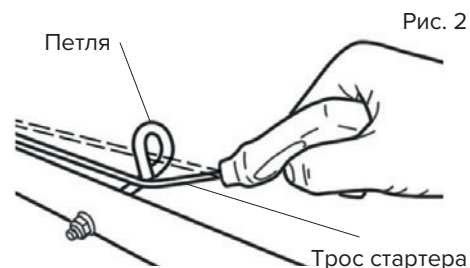

Рис. 2
- Во время всех работ по кошению держите трос стартера в петле. Если трос стартера отсоединен от петли, повторно зацепите его, как показано на рис. 2.